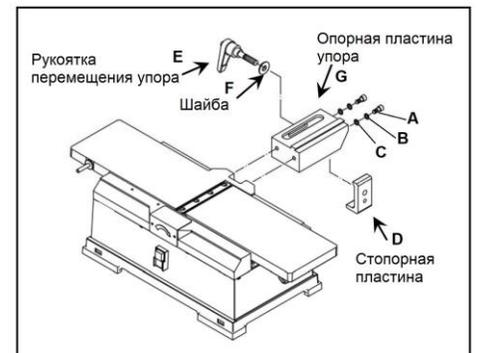

Рисунок 2
- Прикрепите основание упора (G, Рисунок 2) к фуговальному станку с помощью винтов (М6х16, А, Рисунок 2), плоских шайб (М6, В, Рисунок 2) и контршайб (М6, С, Рисунок 2).
- Вставьте стопорную пластину (D, рисунок 2) в основание упора. Установите стопорную пластину так, чтобы штифты касались нижнего края основания упора.
- Закрепите стопорную пластину в требуемом положении с помощью рукоятки перемещения упора (Е, Рисунок 2) и шайбы (F, Рисунок 2).
- Наденьте упор и кронштейн на соединение «ласточкин хвост» основания упора (E, рис. 5) и стопорную пластину (D, рис. 2).
- Задвиньте упор вперед так, чтобы он находился над столами строгального станка. В этом положении край ограждения ножевого вала будет упираться в упор, и ножевой вал будет закрыт по всей ширине. Зафиксируйте кронштейн в этом положении с помощью рукоятки перемещения упора (E, Рисунок 2).